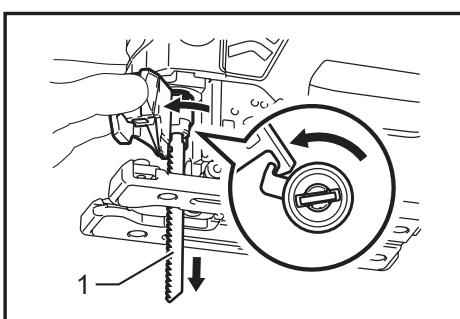

Fig.8
► Рис.8: 1. Насадка для отвертки 2. Муфта